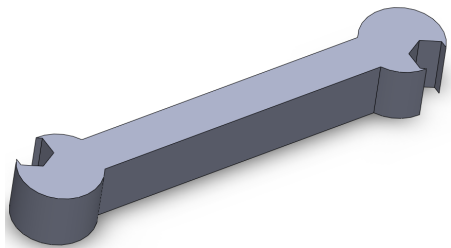

图 5-5 创建拉伸特征
- (5) 单击【确定】按钮，即可创建拉伸特征，效果如图 5-5 所示。